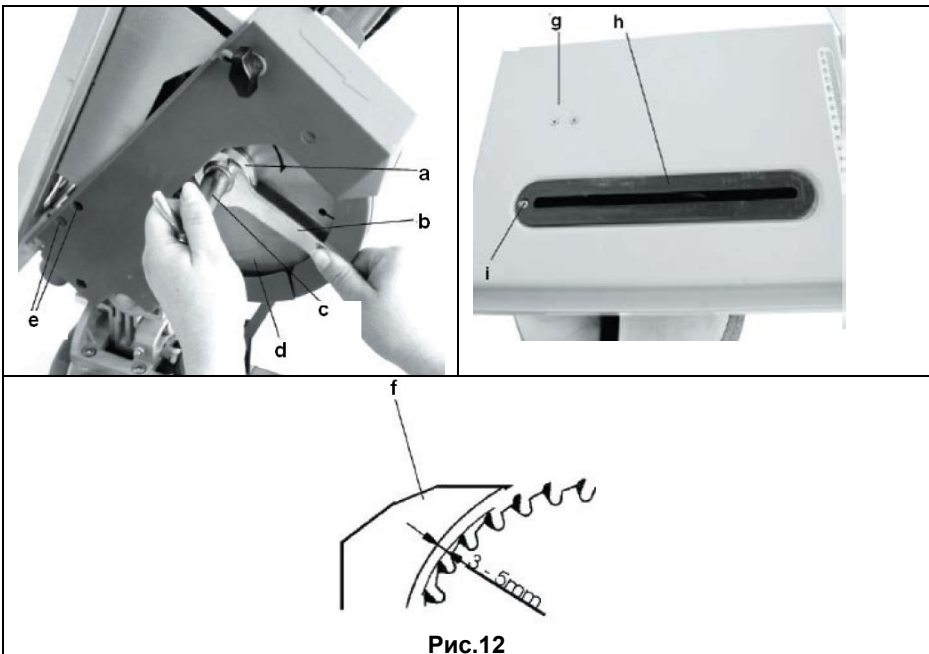

Рис.12
6. Снятие и установка пильного диска (рис.12).